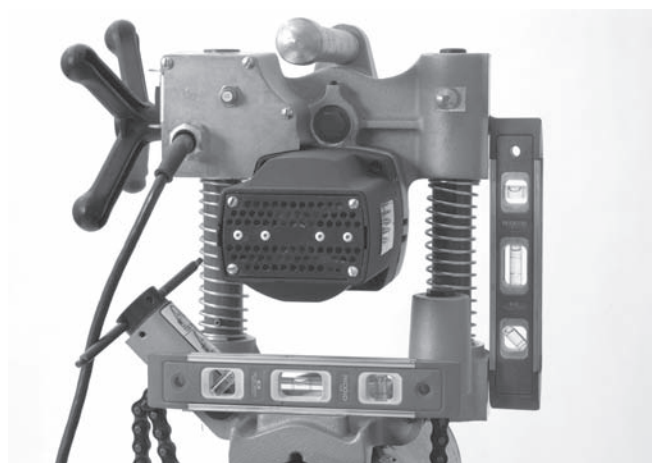

Figura 10 – Nivelamento da HC-300
6. A base da HC-300 inclui várias superfícies lisas maquinadas para utilizar com níveis para o alinhamento dos orifícios. (Ver Figura 10.)